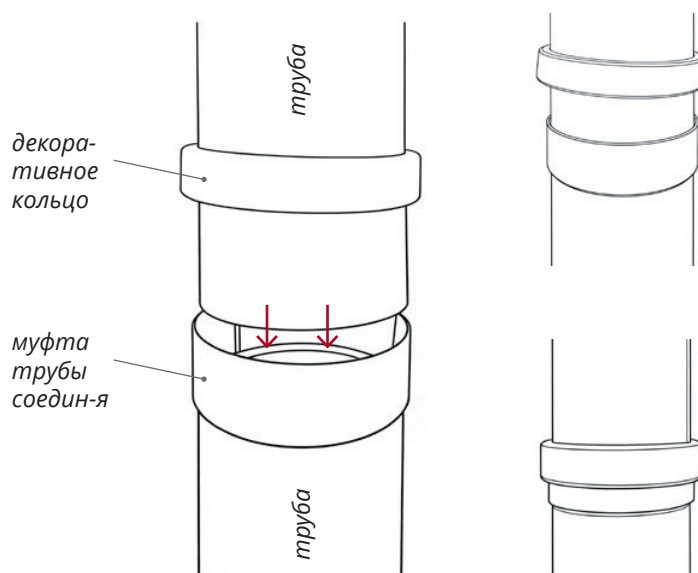

Рисунок 24
- Наденьте декоративное кольцо на трубу широкой стороной вверх (рис. 24).